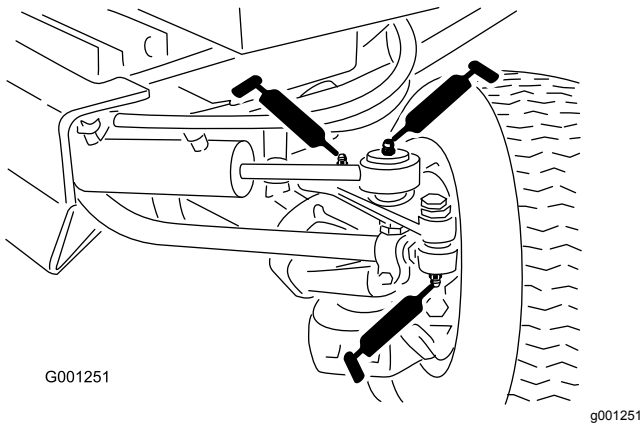

Bild 44
- Spurstangenenden (2) (**Bild 44**)
- Zylinderstangenenden (2) Bild 44
- Lenkgelenke (2) (Bild 44)
- Achsenlagerbolzen (Bild 44)